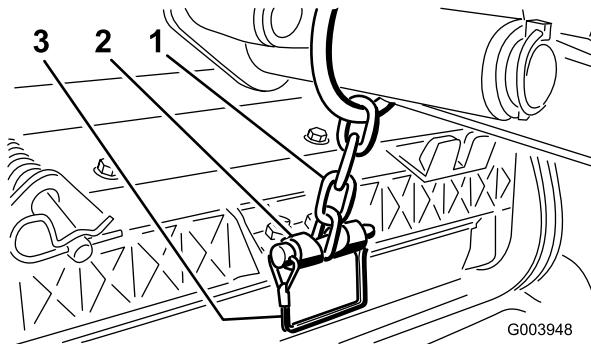

Figura 19
- Fissate la catena del braccio di sollevamento alla staffa della catena, usando il perno di tenuta (Figura 19).